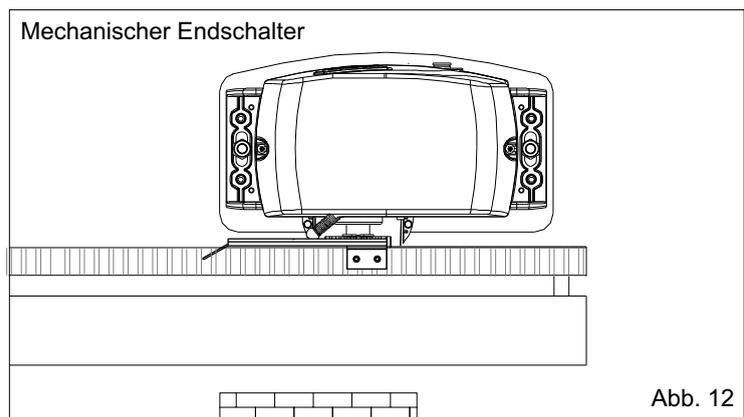
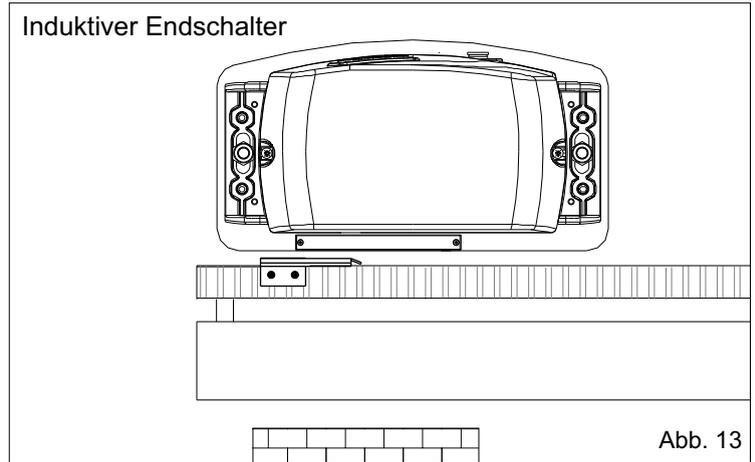
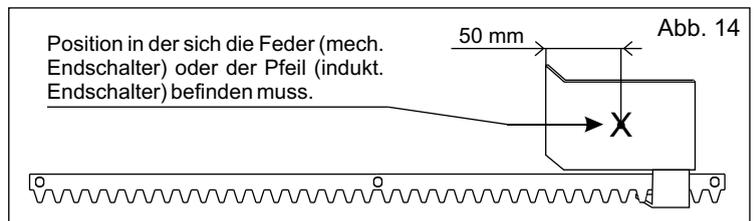

Abb. 12
Abb. 13
Abb. 14
- Das Plättchen auf der Zahnstange so positionieren, dass der Endschalter (Metallblättchen bei mechanischen Endschaltern (Abb. 12); Anzeigepfeil bei induktiven Endschaltern (Abb. 13)) im oberen Bereich dem Punkt X entspricht, der sich 50 mm von der geknickten Seite des Plättchens befindet (Abb. 14) und mit den mitgelieferten Schrauben befestigen (Abb. 15).
- Das Plättchen auf der Zahnstange so positionieren, dass der Endschalter dem Punkt X, der sich 50 mm von der geknickten Seite des Plättchens befindet entspricht (Abb. 14) und mit den mitgelieferten Schrauben befestigen (Abb. 15).